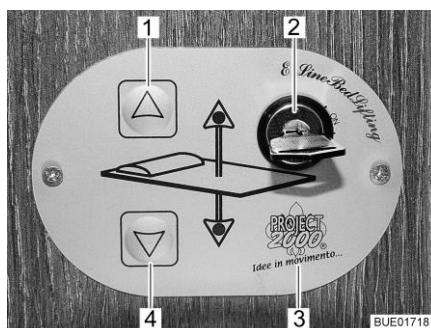

Fig. 110 Commande
- Tourner la clé de 90° dans le sens des aiguilles d'une montre dans l'interrupteur à clé (Fig. 110,2). L'unité de commande (Fig. 110,3) est activée.
- Appuyer sur la touche fléchée (Fig. 110,4) et la maintenir pressée jusqu'à ce que le lit escamotable ait atteint la position désirée vers le bas.
- Appuyer sur la touche fléchée (Fig. 110,1) et la maintenir pressée jusqu'à ce que le lit escamotable ait atteint sa position finale supérieure.
S'il n'est plus possible de déplacer le lit escamotable avec les touches fléchées (Fig. 110,1 et 4), contrôler d'abord le fusible (voir paragraphe 9.10.1). Si le fusible n'est pas défectueux mais qu'il n'est toujours pas possible de déplacer le lit escamotable, y procéder manuellement.